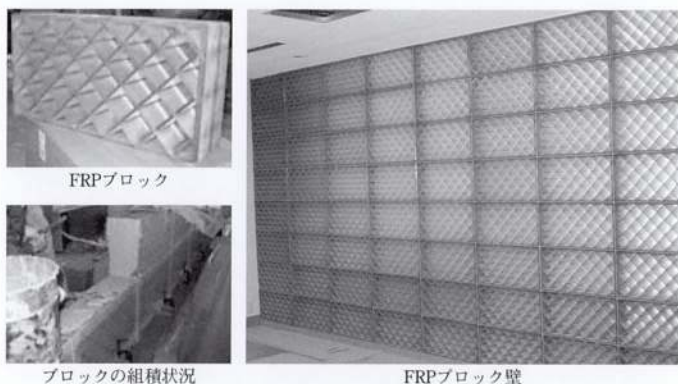

図4 FRPブロック耐震壁の施工例
(2) FRPブロック耐震壁工法³⁾
在来のRC耐震壁やPCaブロック耐震壁を外部に面した所や居室の中央などに設けた場合、採光の問題や居住性（意匠性）に影響が生じるため、最近では、図4に示すPCaブロックにかわる軽量で意匠性に優れ、採光可能な繊維強化プラスチック（FRP）ブロックを用いたFRPブロック耐震壁が使われている。FRPブロックの中央部（ウェブ）は格子状となっているため、ピロティ形式建物の1階や立体駐車場、地下駐車場などの耐震補強に採用することによって、①周辺の見通しが阻害されない②耐震壁で区画された内部も明るい③排気ガス等が充填しない（換気、通気が可能）——等、従来のRC壁にはない新しい特徴がある。また、FRPブロック耐震壁は、FRPブロックに粘性の高い接着剤を塗布しながら組積して耐震壁を構築するため、PCaブロック耐震壁工法での配筋、グラウト作業等がなく、工期短縮も期待できる（表1参照）。
(3) 鉄骨ブレース接着工法⁴⁾